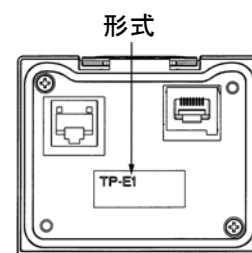

図 4.1 遠隔タッチパネル裏面
- ①遠隔タッチパネル及び取扱説明書が入っていることを確認してください。
- ②現品の破損・凹みおよび部品の脱落など輸送中の損傷がないことを確認してください。
- ③遠隔タッチパネル裏面に形式(TP-E1)が刻印されていることを確認してください(図 4.1)。